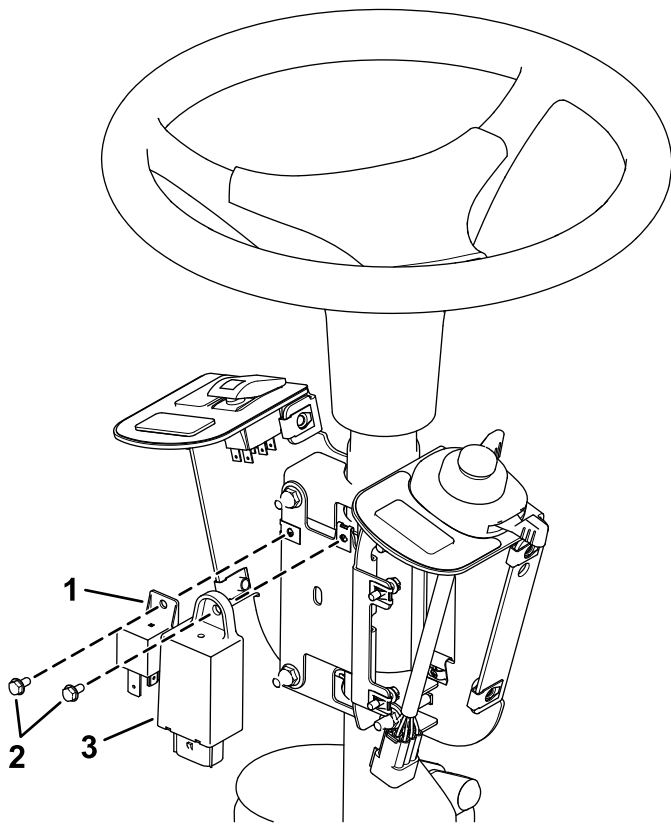

Figur 6
3. Montera vippkopplaren och hålpluggarna i kopplingsfästet (Figur 6).